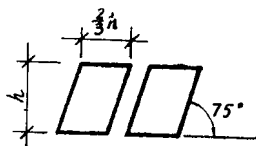

图 1—5
2. 数字与字母: 数字与字母均采用斜体字(倾斜约75°), 如图1—5。